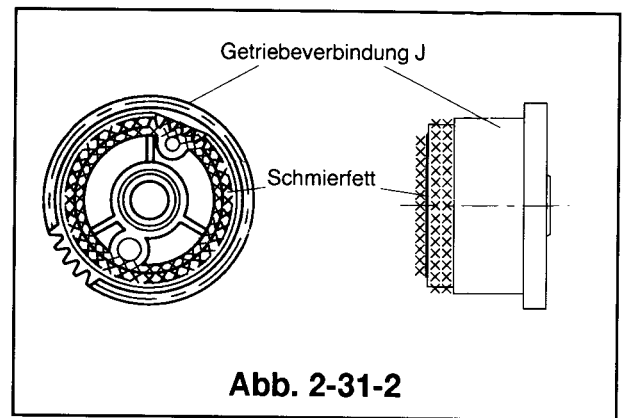

Abb. 2-31-2
- ① Schmierfett (PG-641[859D055O30] an der neuen Getriebeverbindung J auf dem gesamten Umfang des in Abb.2-31-2 gezeigten kleinen Zahnrads auftragen.